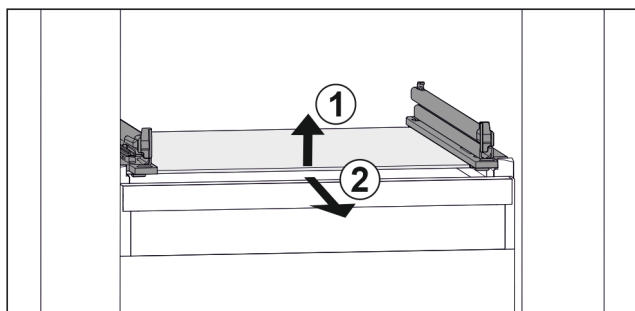

Fig. 73 Reprezentare exemplificativă a plăcii de sticlă
- ▶ Ridicați placa de sticlă din față. Fig. 73 (1)
- ▶ Extrageți placa de sticlă spre înainte. Fig. 73 (2)